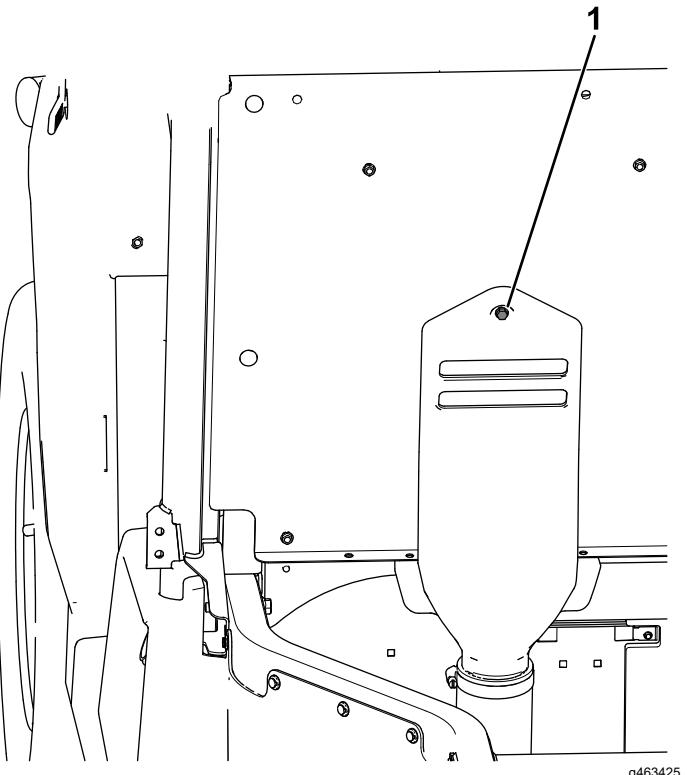

Figure 24
B. Insérez le boulon captif fixé au capot d'admission de CVT dans le trou indiqué du panneau de siège (Figure 24).